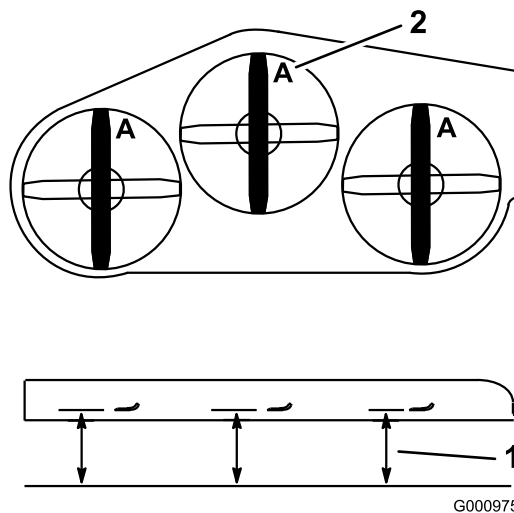

Figure 75
2. Mesurez la distance entre la surface plane et le tranchant (position A) des lames (Figure 75).